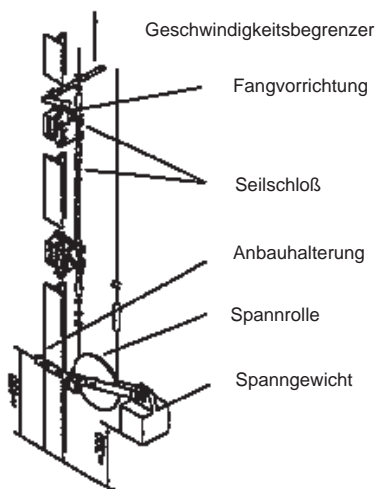

Abb. 1
- Das Spanngewicht (Abb. 1) darf auf keinen Fall Bodenkontakt haben.
- Erstes Seilende mit Seilschloß versehen (Abb. 1) und an Fangvorrichtung montieren.
- Anbauhalterung ca. 450 mm (grober Richtwert; Abb. 1) über der Schachtsohle montieren.